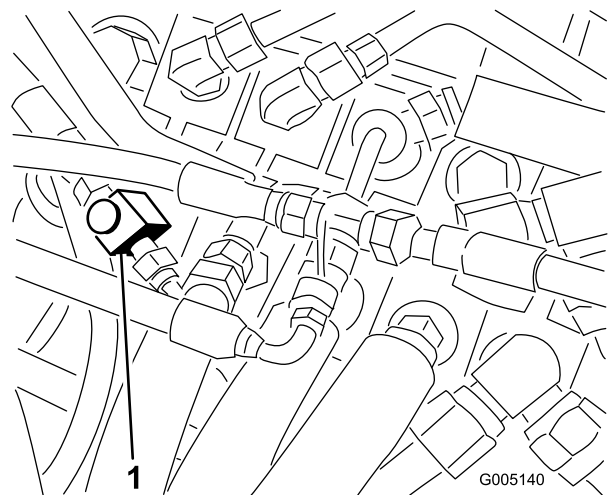

図 46
1. 座席を倒し、メイン・コントロール・バルブについているフロー・コントロール・バルブを露出させる (図 46)。